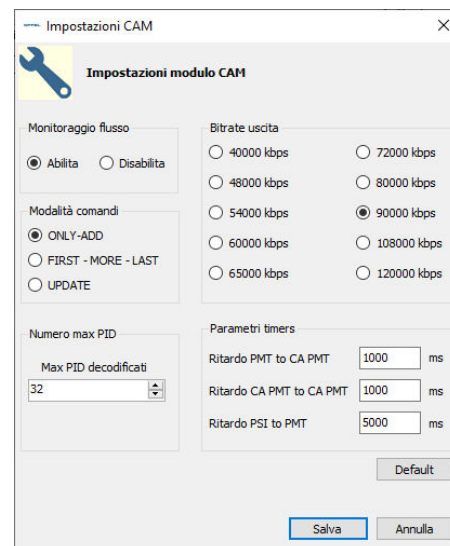

Fig. 70
- Il tasto **IMPOSTAZIONI** apre la finestra IMPOSTAZIONI CAM (fig. 70). Nella finestra IMPOSTAZIONI CAM è possibile accedere a: